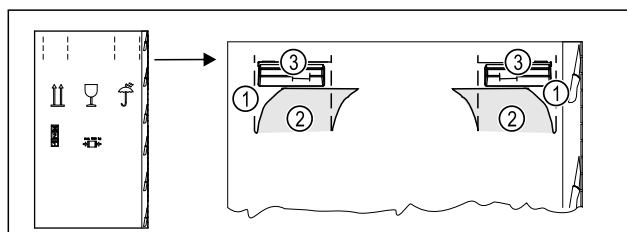

Fig. 5
- Vtlačte obalový karton nahore na perforaci Fig. 5 (1).
- Vytáhněte vtlačené spojky Fig. 5 (2).
- Pravá a levá rukojeť Fig. 5 (3) je viditelná.
- Držte spotřebič za rukojeti Fig. 5 (3).